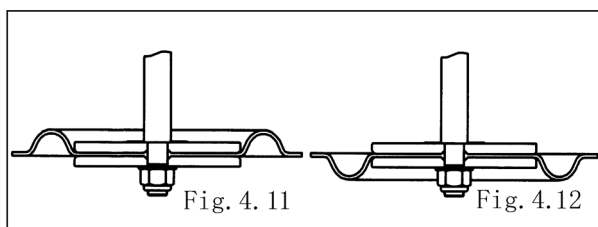

Fig. 4.11
- ・AD-10,25 および AD-40,50 (□T,□H,□S) のダイアフラム組み付け方向 [Fig.4.11]